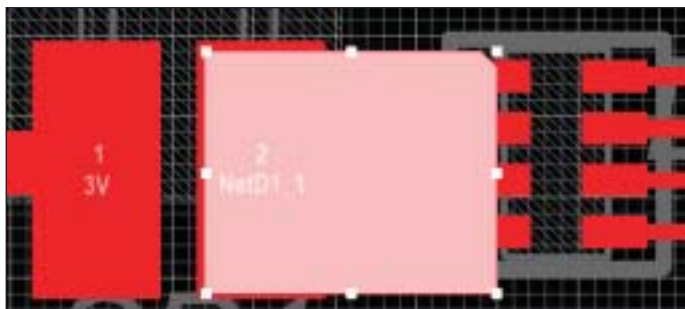

Рис. 87. Расположение полигона
7. Аналогично разместите полигон, соединяющий второй вывод светодиода с первым-четвертым выводами микросборки D1 (рис. 87).